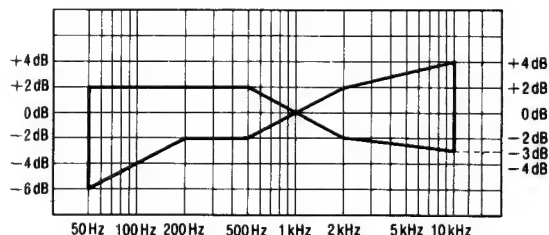

Fig. 4
2. Faire jouer le signal enregistré à l'étape 1 et vérifier que le niveau de chaque fréquence de sortie soit en deçà de la plage montrée à la Fig. 4 en comparaison avec la fréquence de référence (1kHz).